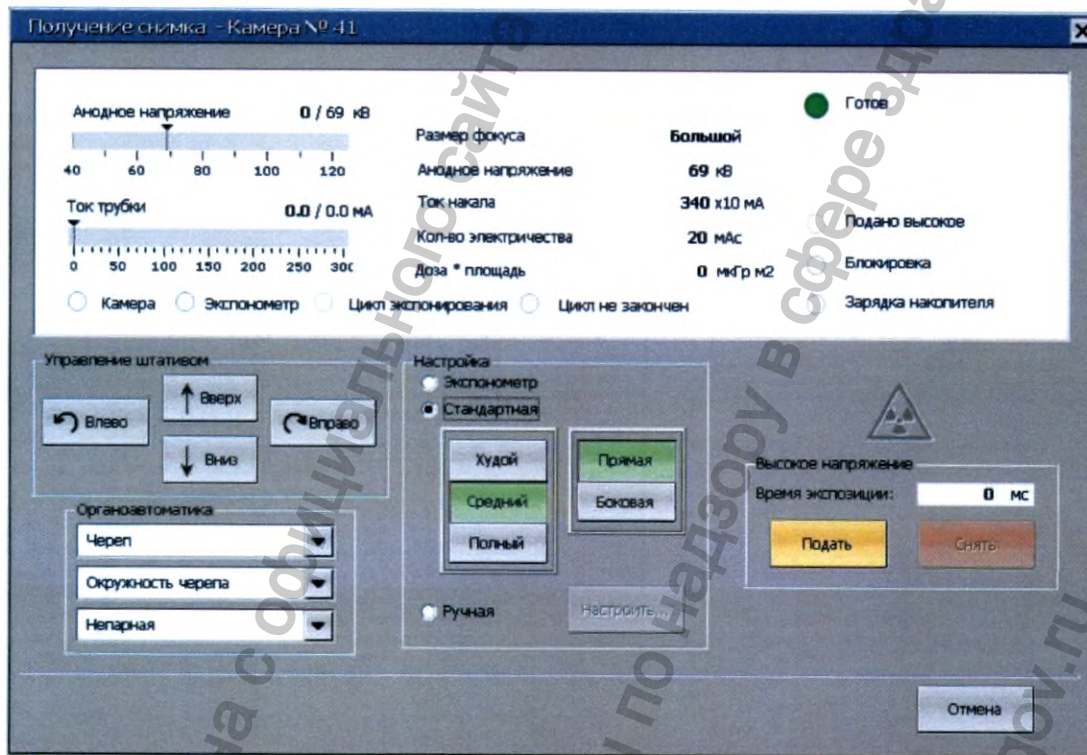

Рисунок 9 - Диалог пульта управления получением снимка.
6.8.2 Появятся диалог управления диафрагмой (рис. 8) и диалог пульта управления получением снимка (рис. 9).
Выбрать в поле «Настройка» (рис.9) комплектацию пациента (худой, средний, полный) и проекцию снимка (прямая, боковая), нажав на соответствующие кнопки. В группе «Органоавтоматика» выбрать орган, который будет снят, а также проверить правильность указанной части тела и латеральность снимка.